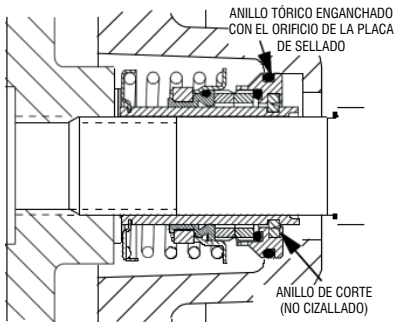

Figura 5. Sello parcialmente instalado
Limpie e inspeccione el impulsor como se describe en Instalación y ajuste del impulsor. Instale el juego completo de cuñas del impulsor (40) suministrado con la junta y atornille el impulsor en el eje hasta que quede asentado contra la junta (ver Figura 5).